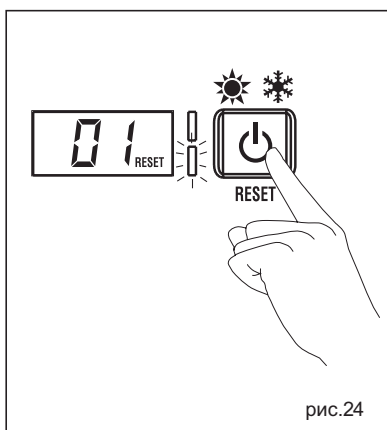

рис.24
– НИЗКОЕ ДАВЛЕНИЕ ВОДЫ "AL 02" (рис. 24/а)